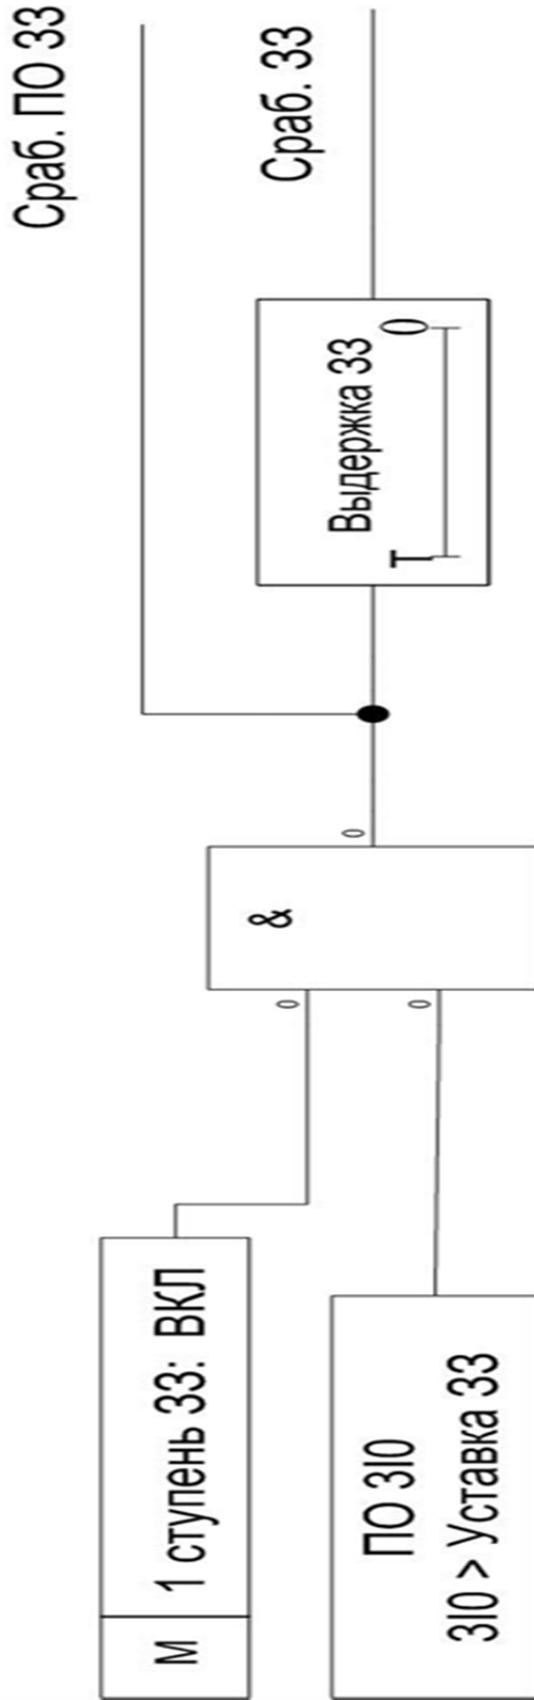

Рис. 3.7 Защита от замыканий на землю
3.4.6 Функциональная схема ЗЗ показана на рис. 3.7. На функциональной схеме присутствуют следующие обозначения: